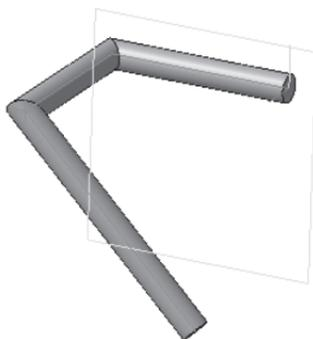
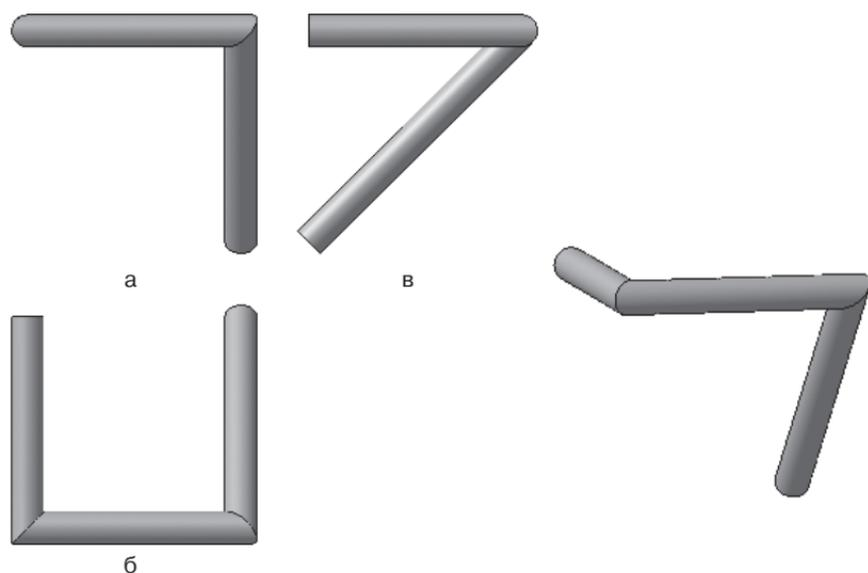

Рис. 419
Рис. 420
- уточните форму модели. На строке **Меню** выберите **Сервис** – **Параметры**, после щелчка ЛКМ раскроется диалоговое окно, укажите **Текущая деталь** – **Точность отрисовки и МЦХ**. «Бегунок», удерживая ЛКМ, переведите в положение **Точно** – **ОК** (рис. 419);
- сравните полученную модель (рис. 419) с силуэтами. На панели **Вид** выберите команду  – **Ориентация** и из появившегося диалога установите ориентацию – **Спереди** (рис. 420, а), затем – **Сверху** (рис. 420, б) и – **Слева** (рис. 420, в).